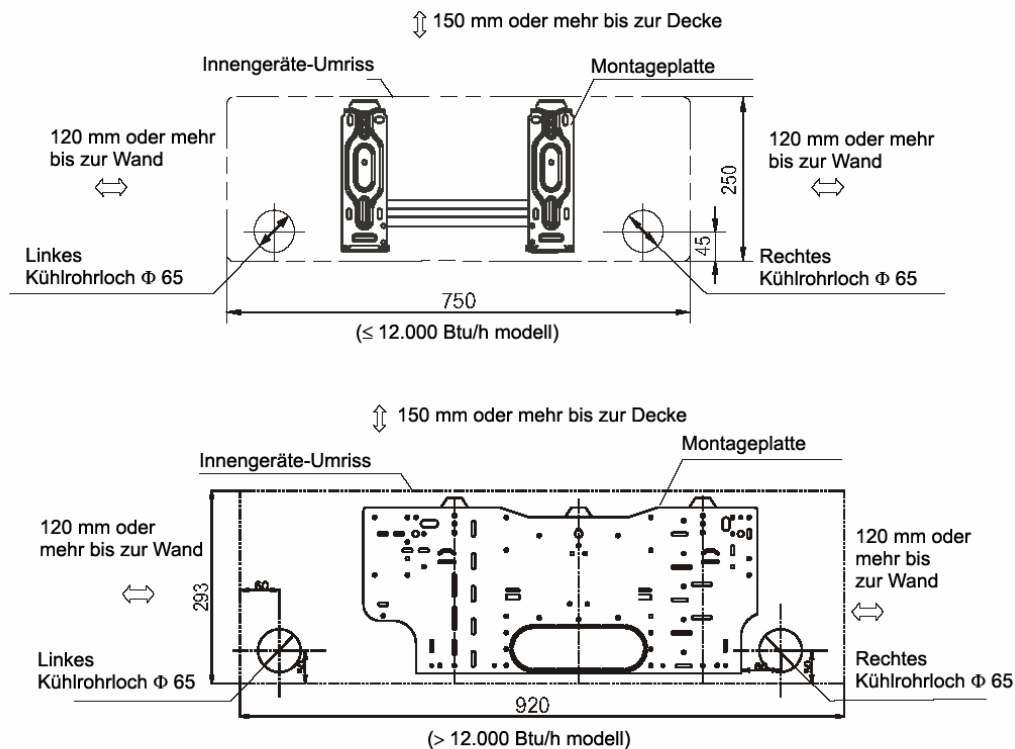

Abb. 5
1. Legen Sie die Lochpositionen nach dem Schaubild in Abb. 5 fest. Bohren Sie ein (1) Loch (Φ 65 mm), das leicht nach außen geneigt ist.